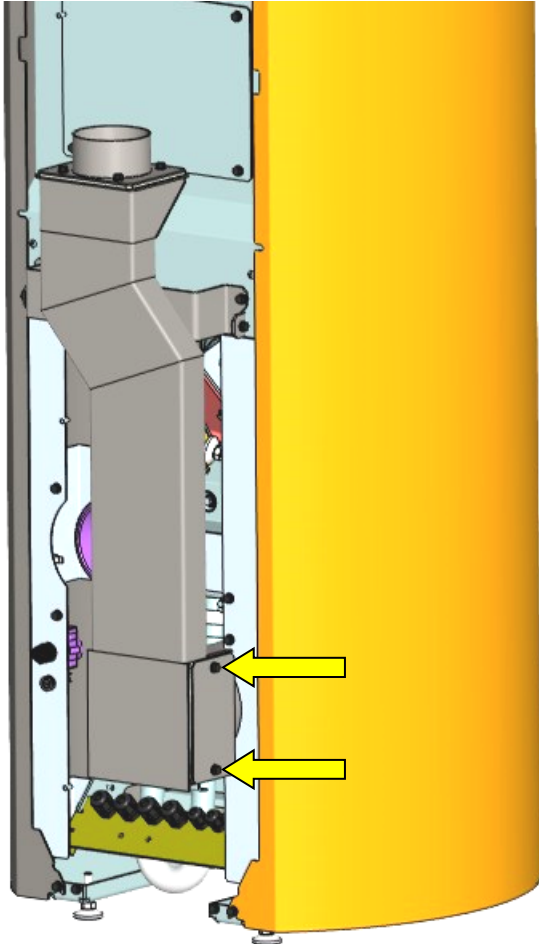

Abb. 64: Revisionsöffnung Abgasführung soleo.nrg V12
2. Revisionsdeckel abnehmen, dabei 2 Schrauben entfernen (Abb. 64) und Reinigung durchführen.